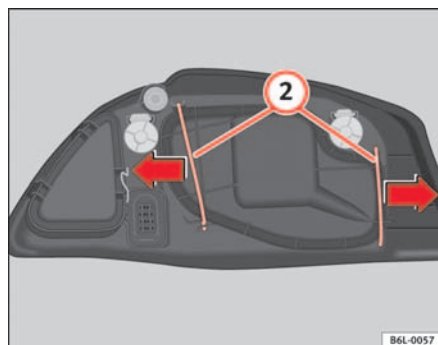

Fig. 140 Lampe du feu de croisement
- Déplacez les tirants (2) ⇒ fig. 140 vers l'extérieur, dans le sens de la flèche puis retirez le cache.
- Placer le cache en plastique et les tirants (2) ⇒ fig. 140.